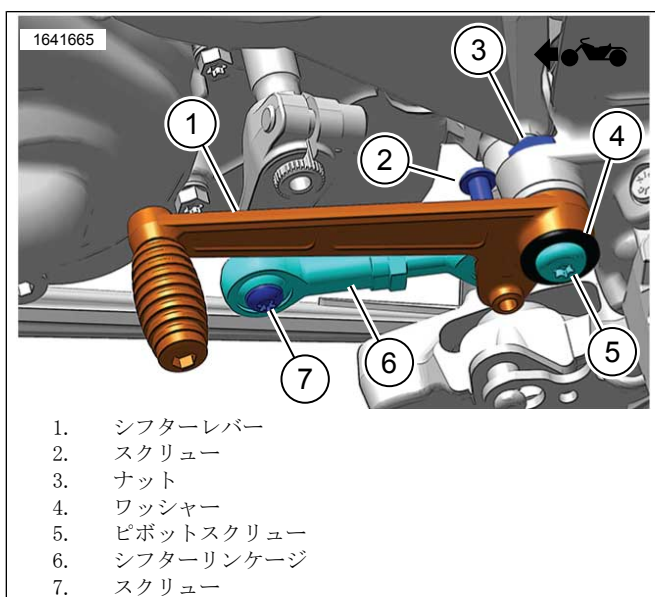

図2. シフターレバー/シフターリンケージの取り外し
2. 図2を参照してください。フロントシフターリンケージスクリュー(7)を取り外します。
3. 図2を参照してください。シフターレバーピボットスクリュー(5)、ワッシャー(4)、ナット(3)を取り外します。
4. 図2を参照してください。フレームボスからシフターレバー(1)とシフターリンケージ(6)を取り外します。
5. 図2を参照してください。スクリュー(2)をシフターレバー(1)のシフターリンケージ(6)から取り外します。